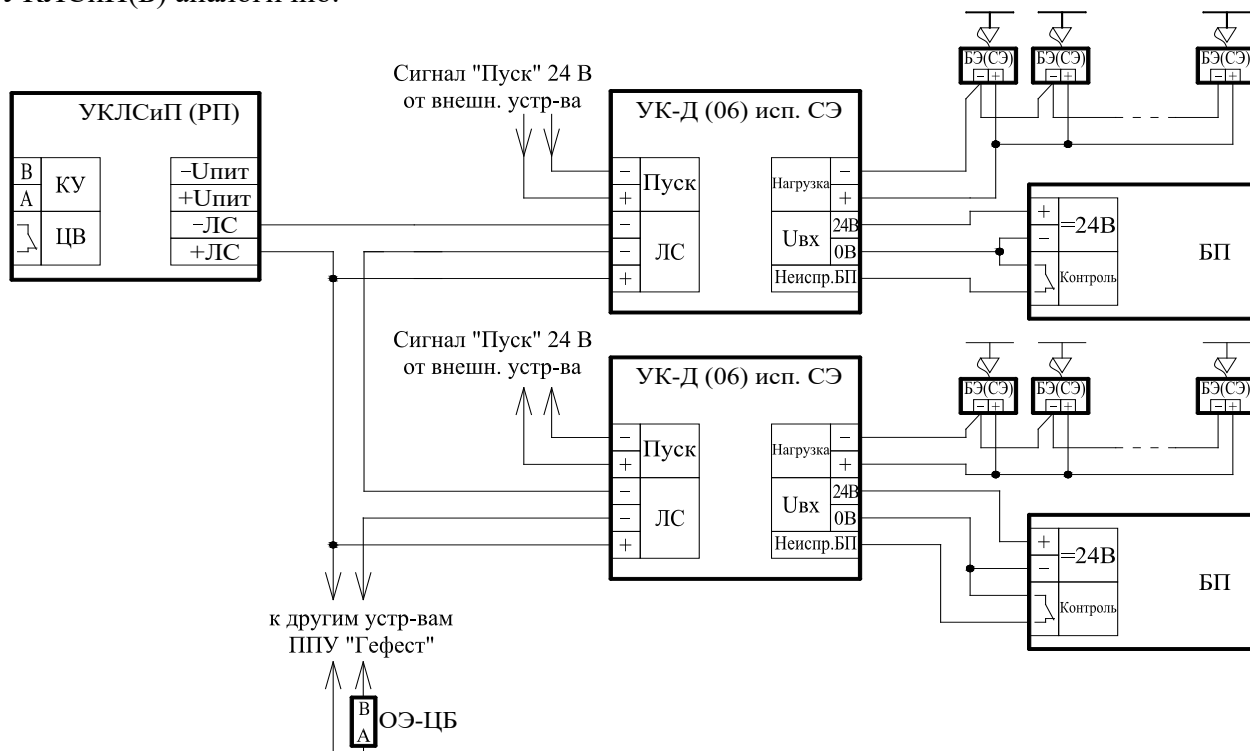

Рисунок 2 – Схема подключений УК-Д(06) исп. СЭ.
Схема подключений УК-Д(06) исп. СЭ представлена на рис. 2. Подключение УКЛСиП(Б) аналогично.